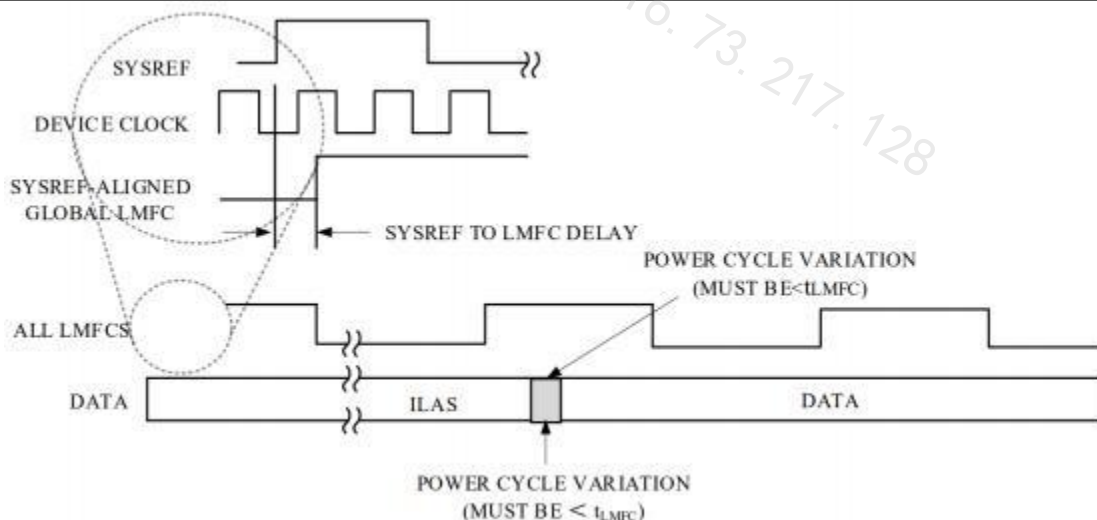

图 76.SYSREF 和 LMFC
- 所有通道、链路和设备的总延迟变化必须为 ≤ 1 个 LMFC 周期 (参见图 76)。这包括可变延迟以及系统中通道之间、链路之间和设备之间固定延迟的变化。